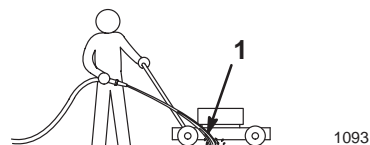

Figure 17
4. Tenez le tuyau d'arrosage à hauteur du mancheron et dirigez le jet d'eau vers le sol, juste devant la roue **arrière droite** (Fig. 17).